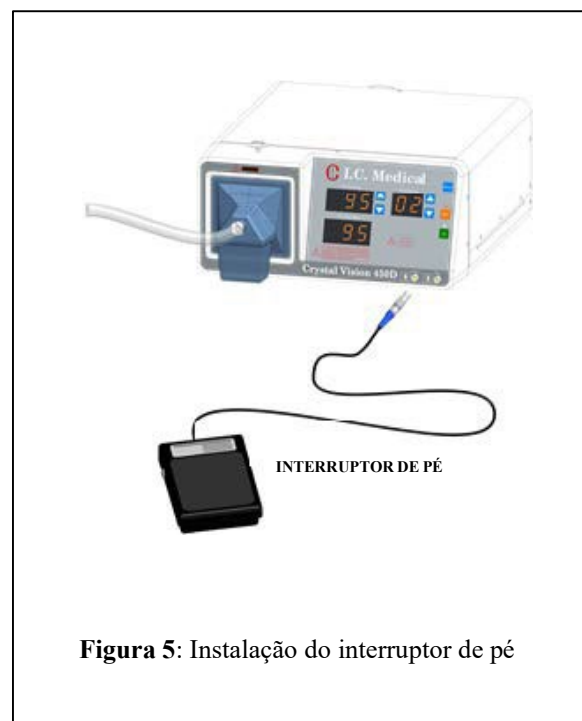

Figura 5: Instalação do interruptor de pé
1. Conecte o conector do pedal na porta ESU / laser do evacuador de fumaça conforme a Figura 5.